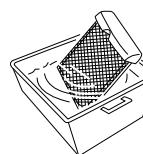

fig. 2
- Используйте пылесос или слегка постучите по фильтру для его очистки. Если фильтр загрязнён очень сильно, используйте тёплую воду и некоторые физические усилия. (рис. 2)